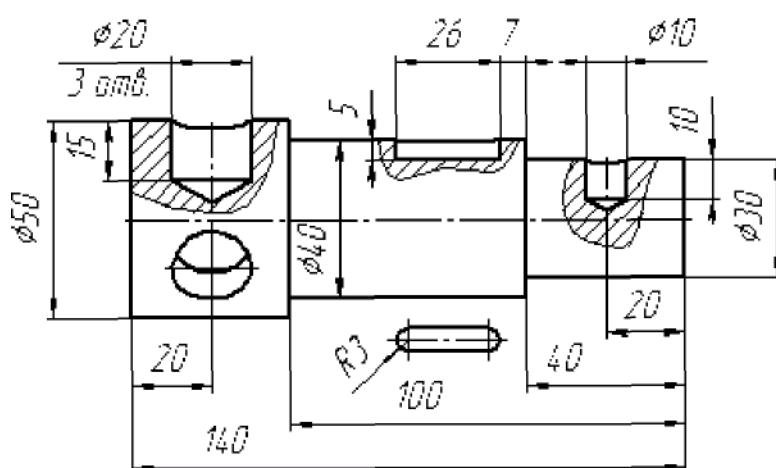
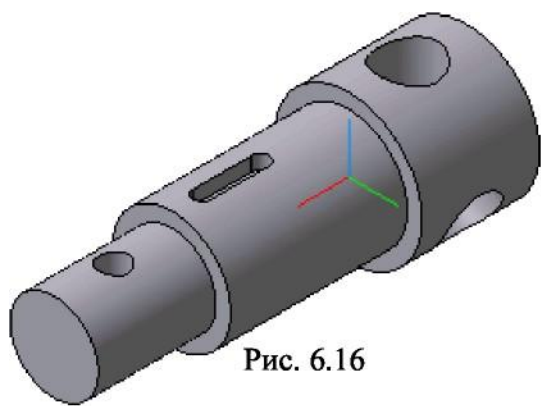
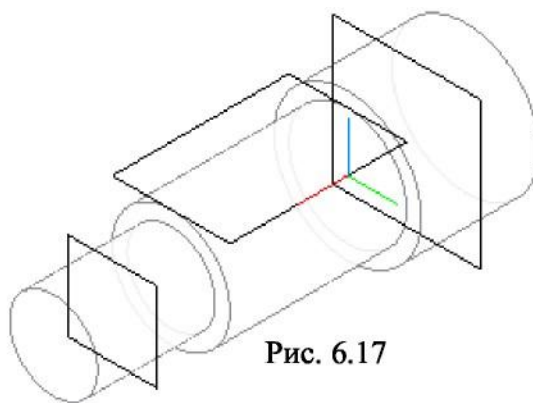

Рис. 6.15
Рис. 6.16
Рис. 6.17
На рис. 6.15 приведено изображение, на основе которого создана трехмерная модель детали (рис. 6.16).
1. Используя команды трехмерного моделирования в соответствии с исходными данными (рис. 6.15), создать модель ступенчатого вала (рис. 6.17).
2. Для формирования отверстий и углублений нужно создать эскизы в различных конструктивных плоскостях. Эти плоскости строим, используя команды  **Ка-** сательная плоскость и  **С**мещенная плоскость (рис. 6.17). Смещенные плоскости должны быть параллельны координатной плоскости **XZ**.
5. Для отверстий выполняются эскизы с учетом последующей операции - операции вращения. Размеры и форму эскиза задать, используя чертеж детали (рис. 6.15).
8. Конечный вариант представлен на рис. 6.16, на котором модель затонирована.